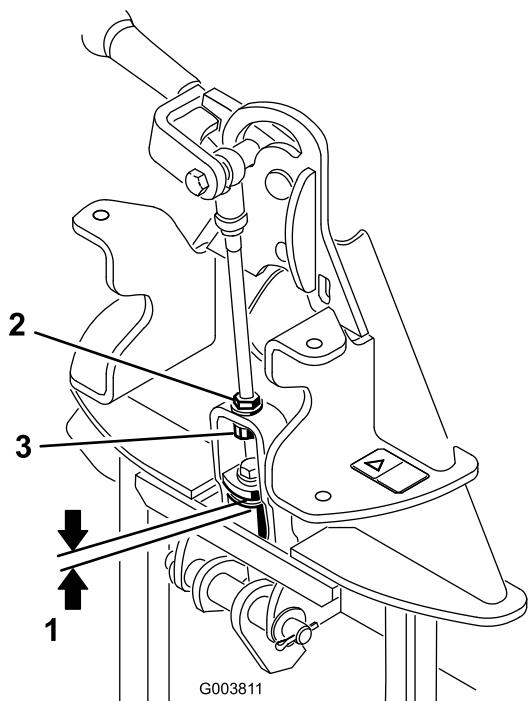

Figura 4
- Meça a falha entre a anilha superior e a cunha do conjunto articulado no adaptador de acessórios, conforme se indica em Figura 4.